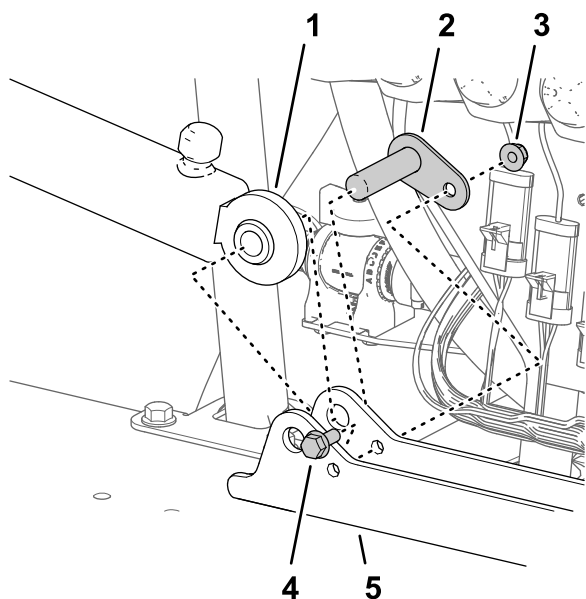

图 116
1. 将在 拆卸提升油缸 \(页码 19\) 的步骤 3 中卸下的提升油缸的固定端与油缸安装座中的 16mm 孔对齐 图 116。
2. 用枢轴销、凸缘头螺栓和凸缘螺母将油缸安装油缸安装座上 图 116。